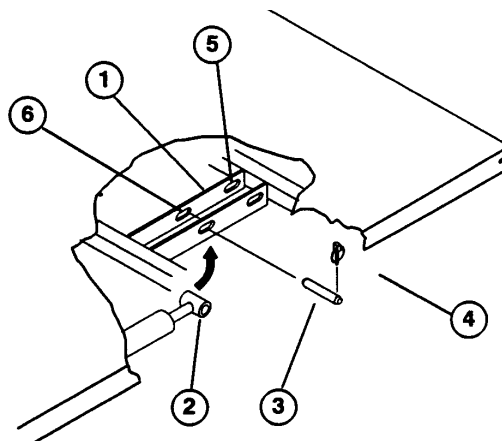

Fig. 9
5. Quando il pianale è abbassato, fissare i lati dell'asta del cilindro nelle rispettive guide delle piastre di montaggio del pianale con un perno a testa ed un acciarino. Inserire il perno a testa dall'esterno del pianale, con l'acciarino verso l'esterno (Fig. 9). Le guide posteriori sono previste per il montaggio del pianale standard, mentre quelle anteriori sono per il montaggio del pianale a 2/3.